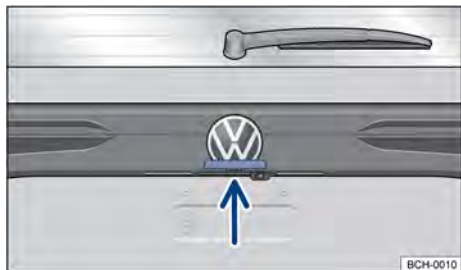

Fig. 59 Na tampa traseira: botão para abrir a tampa traseira.
– Para abrir a tampa traseira pressionar o botão → Fig. 59 e erguer a tampa traseira.